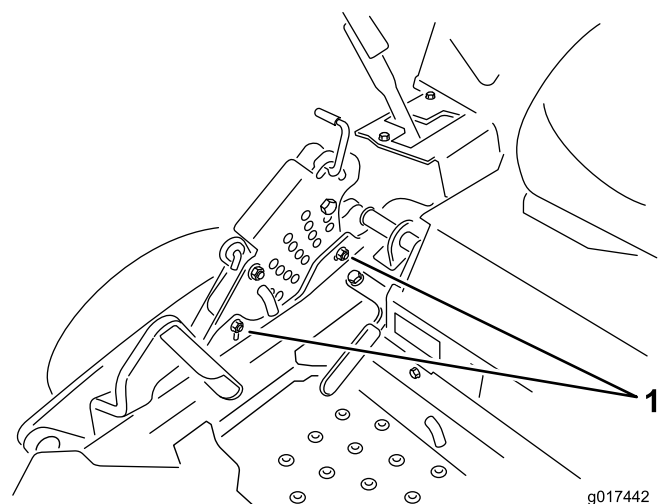

Figure 74
12. Pour régler le système monopoint, desserrez les deux boulons au bas de la plaque de hauteur de coupe Voir la Figure 74.
14. Serrez les deux boulons au bas de la plaque de hauteur de coupe (Figure 74). Serrez à un couple de 37 à 45 Nm.